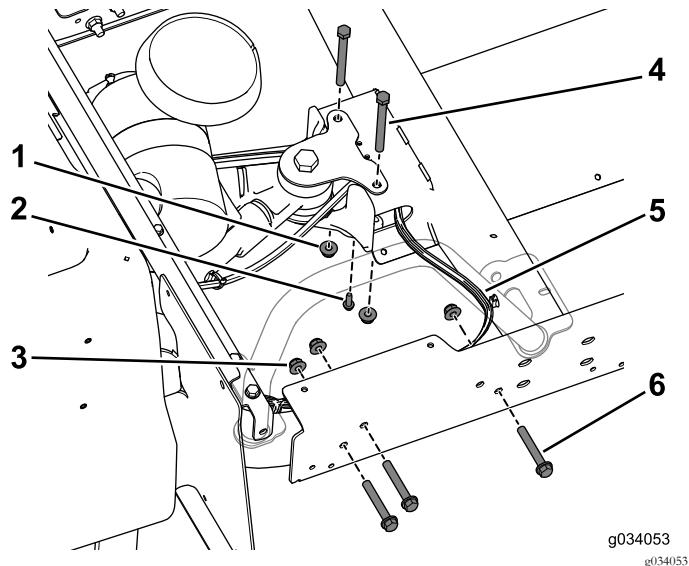

Bild 28
Hinterrahmen (Bild 28). Führen Sie dies an beiden Seiten der Maschine aus.
**Hinweis:** Stellen Sie sicher, dass der Kabelbaum an der rechten Seite des mittleren Kanals austritt (Bild 28).
9. Befestigen Sie das T-Anschlussstück des Bremszugs mit der Blechschraube (1/4" x 3/4") am mittleren Kanal (Bild 28).
10. Befestigen Sie den mittleren Kanal mit den zwei Schrauben (3/8" x 3 3/4") und den Bundmuttern lose an der hinteren Befestigung (Bild 28).